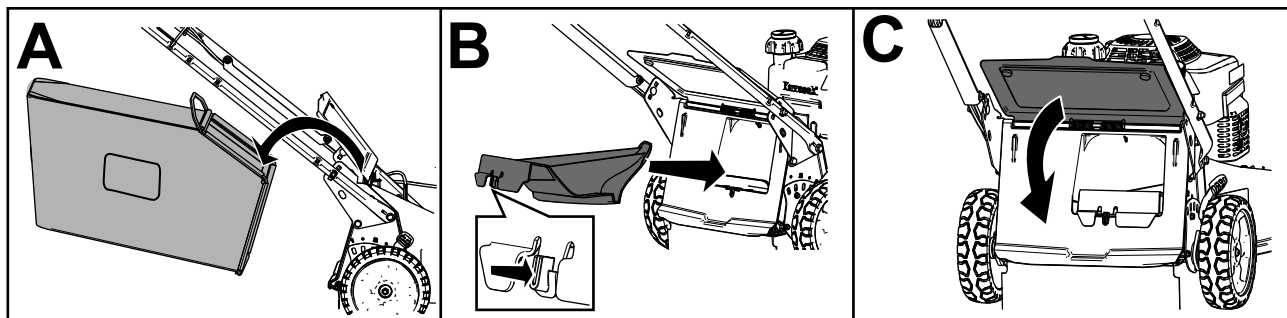

Figura 20
- Si la bolsa de recogida está instalada en la máquina, retírela (Figura 20, A).
- Si el tapón de descarga trasero no está instalado, sujételo por el asa, eleve el deflector trasero e introdúzcalo en el conducto de descarga trasera hasta que el enganche encaje en su sitio (Figura 20, B).
3. Retire la varilla de la bolsa de recogida de las muescas de la base del manillar (Figura 20, A).
4. Instale el tapón de descarga (Figura 20, B).
5. Baje el deflector trasero (Figura 20, C).